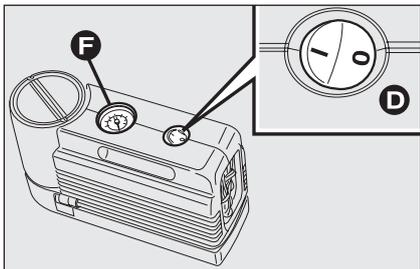
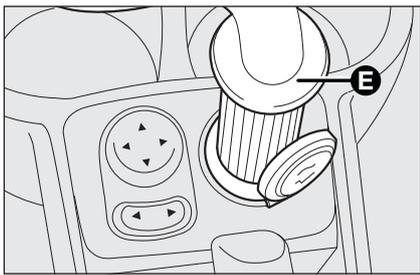

fig. 4
fig. 5
- s'assurer que l'interrupteur **D-fig. 4** du compresseur soit en position 0 (éteint), démarrer le moteur, insérer la fiche **E-fig. 5** dans la prise de courant à 12V placée sur le tunnel central et actionner le compresseur en déplaçant l'interrupteur **D-fig. 4** en position I (allumé). Gonfler le pneu à la pression prescrite au paragraphe "Pression de gonflage" du chapitre "Caractéristiques Techniques"
Nous conseillons de vérifier la valeur de la pression du pneu sur le manomètre **F-fig. 4** quand le compresseur est éteint, afin d'obtenir une lecture plus précise;